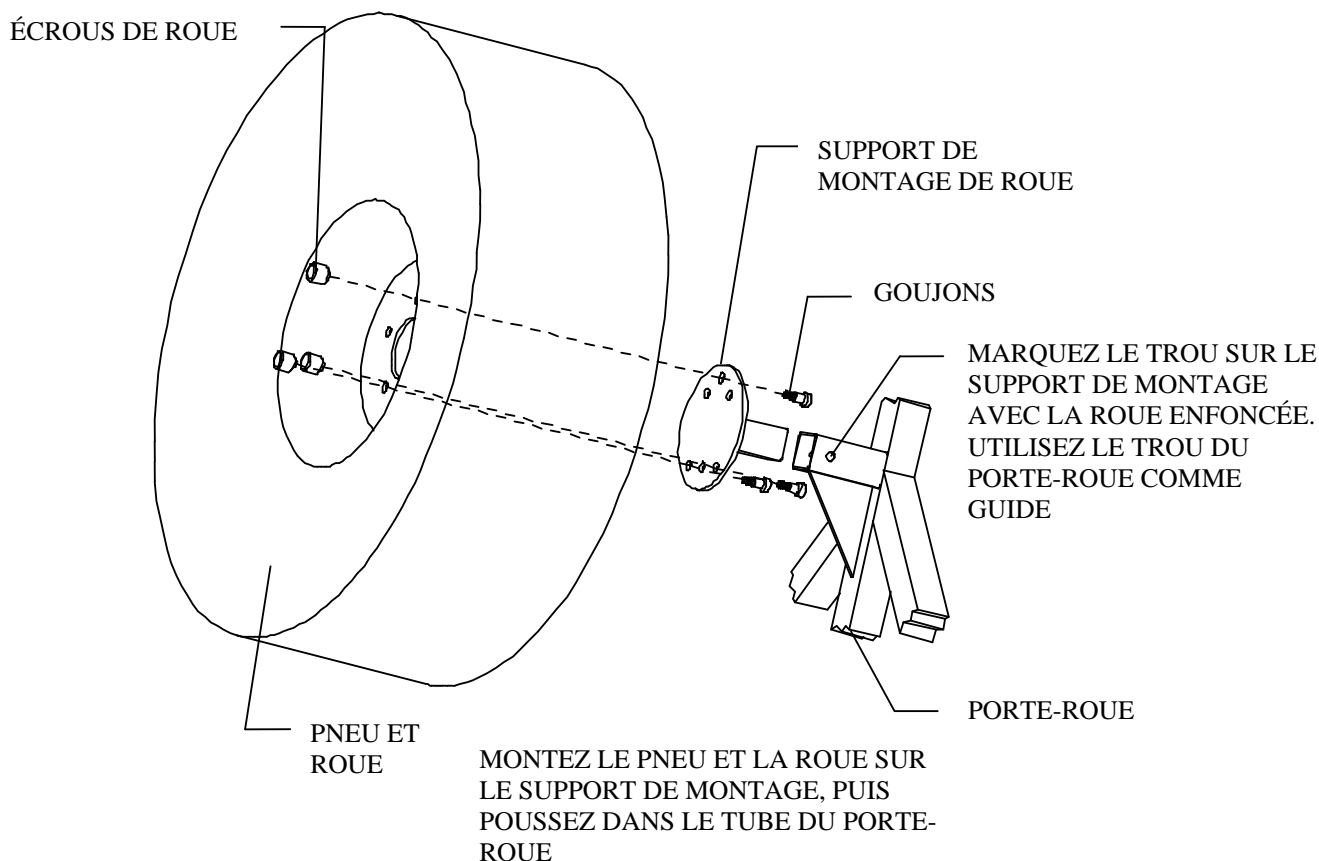

Figure 5
14. Une fois les goujons installés, fixez la roue sur le support. Faites glisser le support de roue, à l'arrière de la roue, dans le tube de montage du support sur le porte-roue. Avec la roue enfoncée le plus loin possible, marquez le support de montage de la roue au moyen du trou fourni dans le tube du porte-roue. Retirez la roue et son support de montage du porte-roue. Voir la figure 5.